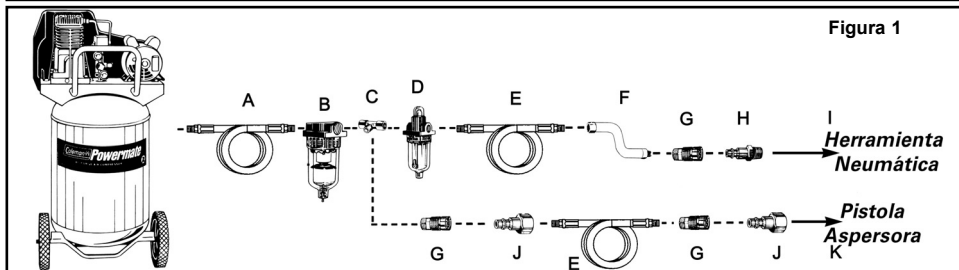

Figura 1
6. Conecte la herramienta al acoplador rápido de la manguera de aire. **NOTA: Se recomienda utilizar una manguera de conexión flexible con un cabezal giratorio (P012-0079SP - no incluida) para evitar que la manguera de aire se doble, enrosque o gaste demasiado (ver ítem "F" en la figura 1 para las conexiones recomendadas).**
Para conservar el funcionamiento óptimo de la herramienta neumática, debe ser lubricada cada vez que se utiliza. Las partículas, el polvo, el óxido y los residuos de aceite se acumulan dentro de la herramienta y reducen su desempeño. Se recomienda utilizar un engrasador en línea para una lubricación automática adecuada de la herramienta (ver Figura 1). Si no dispone de un engrasador en línea, puede lubricar la herramienta de forma manual a través del orificio de entrada (ver Figura 4).